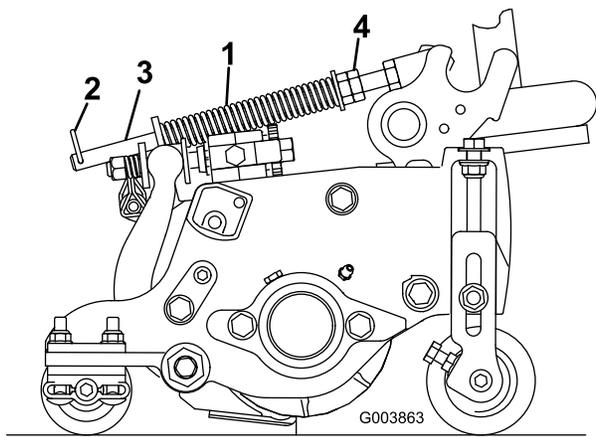

図 14
ターフ補正スプリング（図 14）は、前ローラから後ローラへと、カッティングユニットの体重移動を行います。（これによりユニットを安定させ、いわゆる「波打ったような」仕上がりを（ボビングとかマーセリングといわれる現象）を防いでいます。
1. ヘアピンコッターがスプリングロッドの後の穴に差し込まれていることを必ず確認しておいてください（図 14）。
2. スプリングロッド前部についている六角ナットを締めてスプリングを縮め、スプリングの長さを、リールマスター 5210 と 5410 の 5 インチ・カッティングユニットでは 12.7 cm、5510 と 5610 の 7 インチ・カッティングユニットでは 15.9 cm に調整する (図 14)。